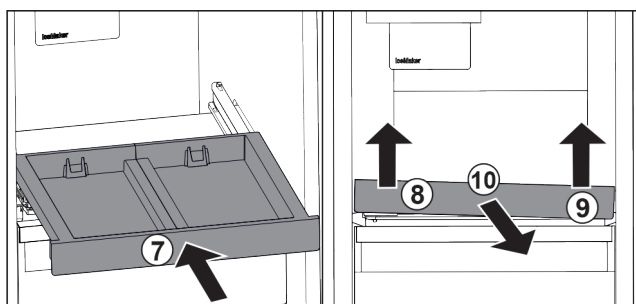

Fig. 91
- ▶ Gurnite izvlačnu ploču. Fig. 91 (7)
- ▶ Podignite izvlačnu ploču naprijed lijevo. Fig. 91 (8)
- ▶ Podignite izvlačnu ploču naprijed desno. Fig. 91 (9)
- ▶ Izvadite izvlačnu ploču prema naprijed. Fig. 91 (10)